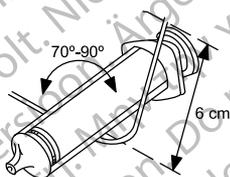

Figura 3. Curvar o estilete
2. Selecione um estilete de acordo com a função e rigidez pretendida. Se pretender, curve o estilete com um instrumento esterilizado e de superfície lisa (p. ex., uma seringa de 10 ou 12 ml) (Figura 3 Curvar o estilete na página 19). Durante a utilização do estilete, é menos provável que uma curva suave se endireite do que uma curva acentuada.